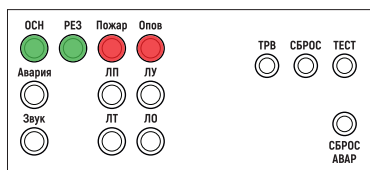

Рис. 35. Индикация на однозональном БРО при воспроизведении сигналов оповещения по запрограммированному сценарию
• В однозональных БРО и БР во время воспроизведения сообщений индикатор «ОПОВЕЩ» горит ровным свечением (рис. 35, 37), при отсчете времени задержки работает в мигающем режиме. Встроенный звуковой сигнализатор выдает повторяющийся короткий однотональный сигнал. Контакты оптореле «ПУСК» замкнуты.